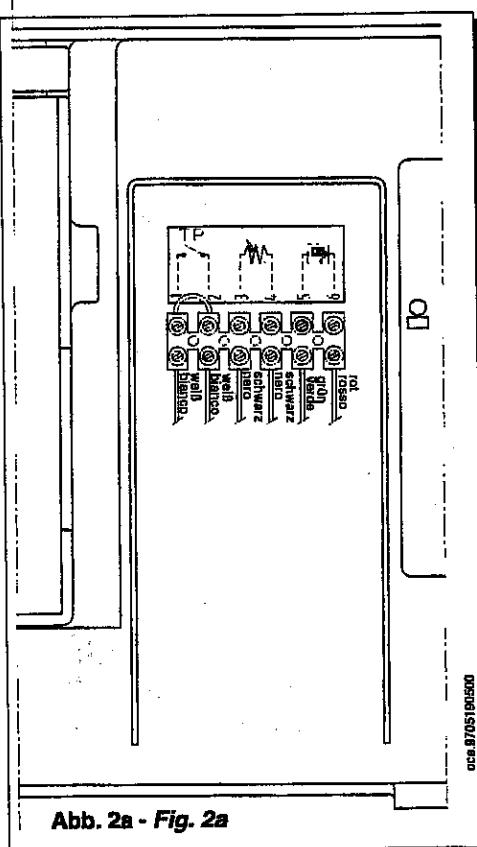

Abb. 2a - Fig. 2a
- Den linken Deckel der elektrischen Dose öffnen, um an das Klemmenbrett heranzukommen (Foto 4). Im Inneren sind eine Klemmbret angebracht (Abb. 2a): ein anderes für die Verbindung des Außenfühlers der Fernsteuerung und des Thermostates für Anlagen auf dem Boden.
- Accedere alla morsettiera tramite l'apertura del coperchio delle connessioni (foto 4). All'interno è posizionata una morsettiera (fig. 2a) per il collegamento della sonda esterna del controllo remoto e del termostato per impianti a pavimento.
- 1) Die beiden Drähte der Außensonde an den Klemmen 3 und 4 des Klemmenbretts anschließen (Abb. 2a).
- 1) Collegare i due fili che fanno capo alla sonda esterna sui morsetti 3 e 4 della morsettiera di caldaia (Fig. 2a).
Die Heizkurve wird durch Potentiometer K1 eingestellt (Abb. 2a).
La specie della curva viene effettuata agendo sul potenziometro K1 (Fig. 2a).